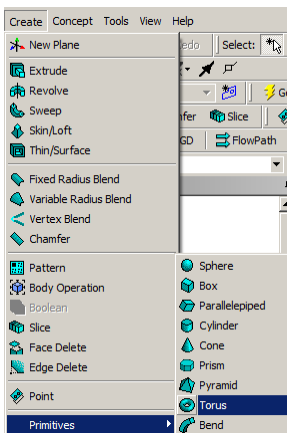

Рис. 10 – Создание объема тора
**Шаг 6.** Добавление в модель местного расширения. С помощью операции по созданию простой геометрии необходимо добавить объем тора (рис. 10). На рисунке 11 показано окно свойств операции. Для создания объема тора необходимо указать: